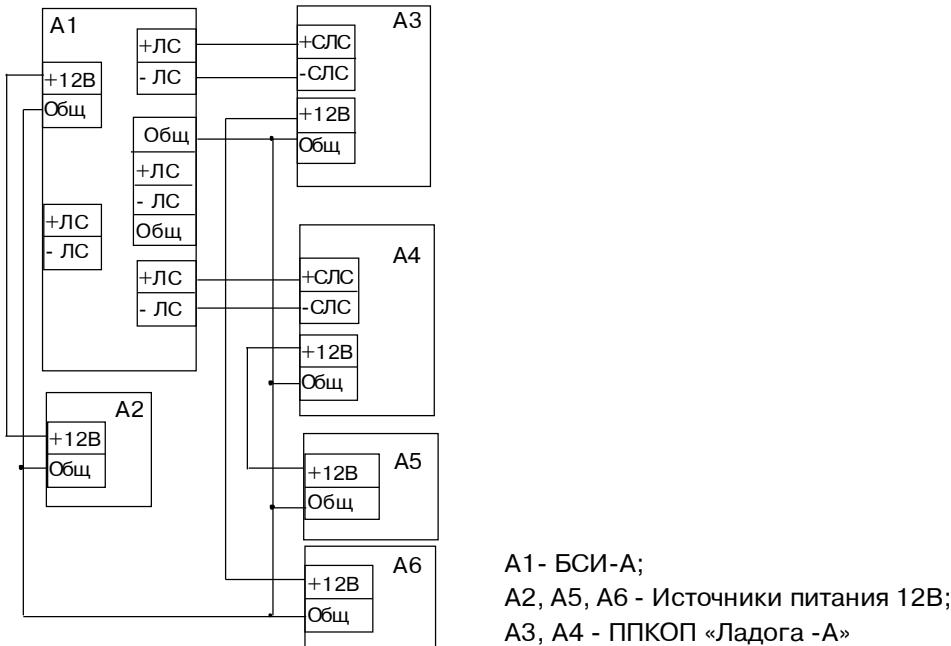

Рис. 104 Схема соединений БСИ-А
- Подключите необходимое количество приборов к БСИ-А в соответствии со схемой соединения (рис.104).